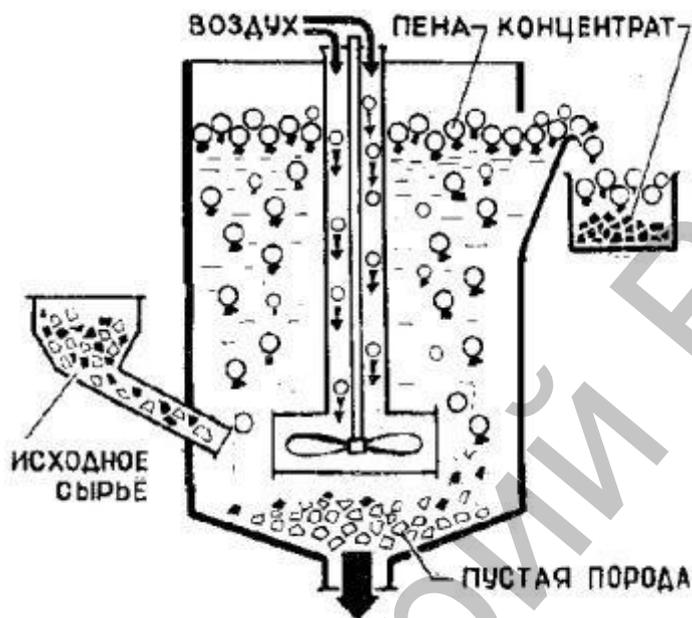

Рисунок 2 – Схема флотации
**Основной этап** (непосредственно обогатительные процессы) осуществляется двумя способами: сухим и мокрым. Мокрое обогащение проводится с помощью флотации и гравитационного метода. **Флотация** – основана на различном намокании частичек угля и пустой породы. Сущность процесса сводится к подаче во флотационную машину *пульпы* – смеси угольной пыли и воды. Через пульпу продувают воздух. В результате из-за плохой смачиваемости, частицы угля прилипают пузырькам воздуха и поднимаются на поверхность, образуя пену. Пена удаляется и сушится до состояния готового продукта. Другие частички остаются в пульпе или падают на дно. В результате достигается разделение угля на готовый продукт и жидкие отходы (рисунок 2).